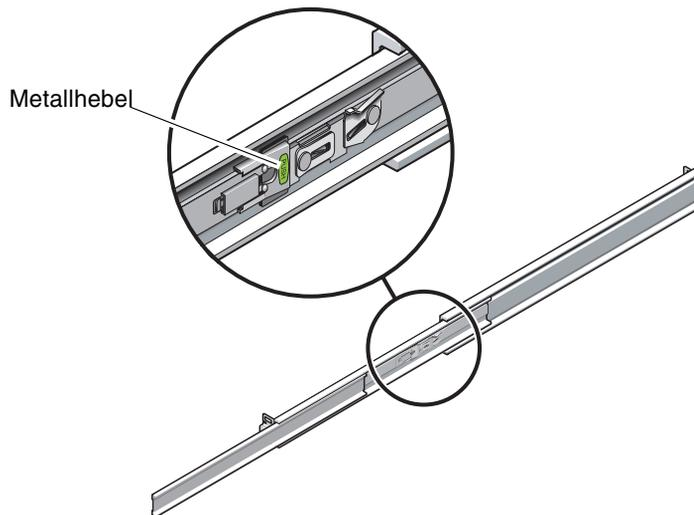

ABBILDUNG 3-25 Entsperren des Schienenmittelteils
- d. Drücken Sie den Metallhebel (mit der Beschriftung Push) am Mittelteil (ABBILDUNG 3-25) der Schiene und schieben Sie das Mittelteil wieder in das Rack hinein.